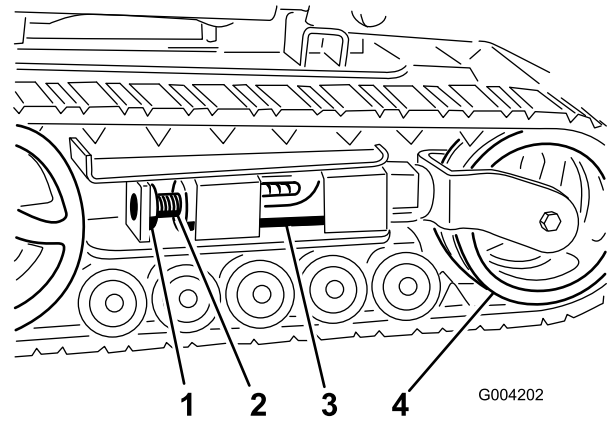
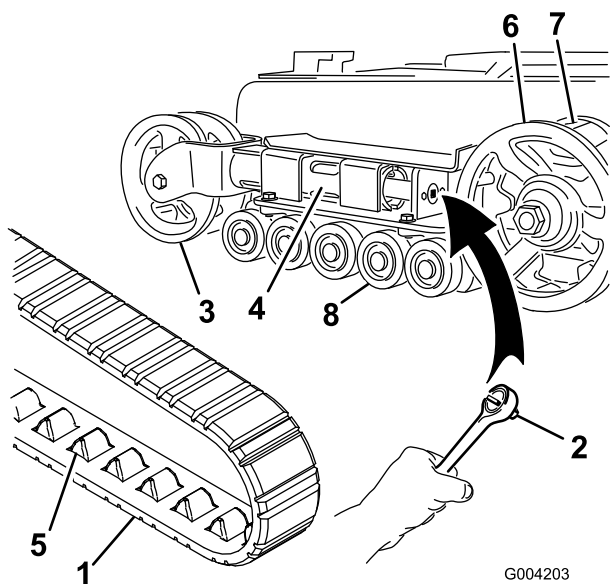
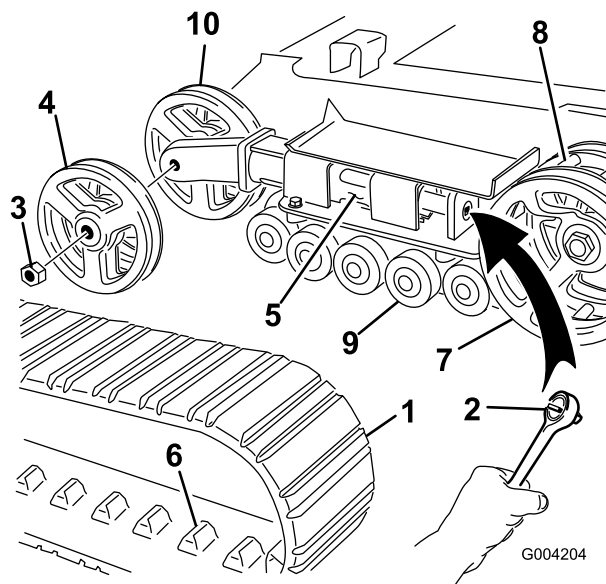

Bild 45
Bild 46
Bild 47
4. Entfernen Sie die Befestigungsschraube und Mutter (Bild 45).
6. Richten Sie die am nächsten liegende Kerbe in der Spanschraube mit dem Loch der Befestigungsschraube aus und befestigen Sie die Schraube mit der Befestigungsschraube und Mutter (Bild 45).
Hinweis: Sie haben Schmalspurketten, wenn die vorderen Spannungsräder an der Innenseite einer Gabel am Ende des Spannungsrohrs montiert sind (Bild 46).
5. Lösen Sie die Antriebsspannung mit einer Ratsche (1/2"), indem Sie die Spanschraube nach rechts drehen (Bild 45 und Bild 46).
- Drücken Sie das Spannrad zur Rückseite der Maschine, um den Druckschlauch gegen den Rahmen zu bewegen (Bild 46).
- Wenn Sie die Kette vom Spannrad entfernt haben, entfernen Sie sie auch vom Antriebsrad und den Straßenrädern (Bild 46).
- Legen Sie die neue Kette, beginnend beim Antriebsrad, um das Rad und stellen Sie sicher, dass die Stollen an der Kette zwischen die Zahnräder am Kettenrad passen (Bild 46).
- Drücken Sie die Kette unter und zwischen die Straßenräder (Bild 46).
Hinweis: Sie haben Breitspurketten, wenn die vorderen Spannungsräder an der Seite am Ende des Spannungsrohrs montiert sind (Bild 47).
- Entfernen Sie die Befestigungsschraube und Mutter (Bild 45).
- Lösen Sie die Antriebsspannung mit einer Ratsche (1/2"), indem Sie die Spannschraube nach rechts drehen (Bild 45 und Bild 47).
- Drücken Sie das Spannrad zur Rückseite der Maschine, um den Druckschlauch gegen den Rahmen zu bewegen (Bild 47).
7. Nehmen Sie die Mutter ab, mit der das äußere Spannrad befestigt ist. Nehmen Sie das Rad ab (Bild 47).
8. Nehmen Sie die Kette ab (Bild 47).
9. Nehmen Sie die Mutter ab, mit der das innere Spannrad befestigt ist. Nehmen Sie das Rad ab (Bild 47).
13. Setzen Sie das innere Spannrad ein und befestigen Sie es mit der vorher abgenommenen Mutter (Bild 47).
15. Montieren Sie die neue Kette. Achten Sie darauf, dass die Stollen in der Kette zwischen die Zahnräder in der Mitte des Antriebsrads passen (Bild 47).
16. Setzen Sie das äußere Spannrad ein und befestigen Sie es mit der vorher abgenommenen Mutter (Bild 47).
6. Setzen Sie die eingefettete Straßenradkappe auf den Schraubenkopf (Bild 46).
7. Befestigen Sie die Straßenradkappe mit dem Sprengring (Bild 46).